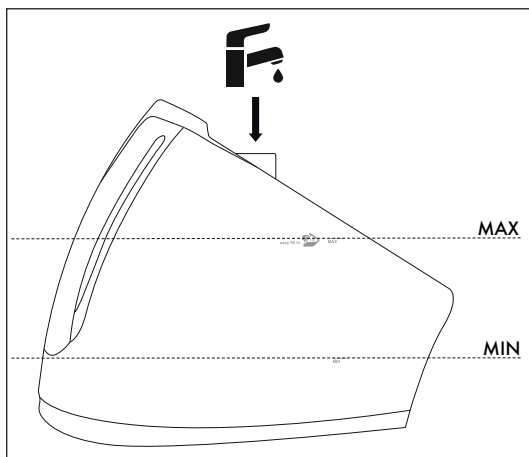

Fig. 4
- 3) Umpleți cu apă rezervorul de apă 10 prin intermediul orificiului de umplere 9 cel puțin până la marcajul **MIN**. Nu depășiți însă marcajul **MAX** de pe rezervorul de apă 10 (a se vedea fig 4).